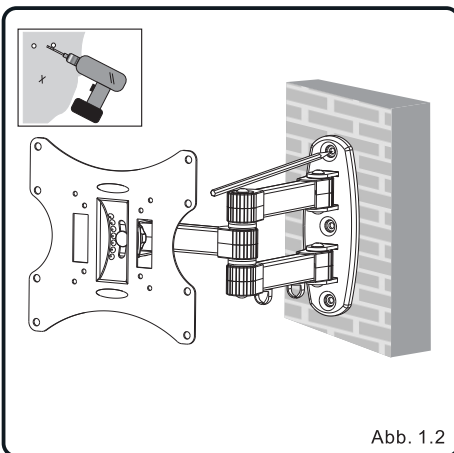

Abb. 1.2
- Legen Sie die Halterungsplatte als Schablone an der Wand an und markieren die 3 Löcher an der Wand, wie in Abb. 1.2 gezeigt.